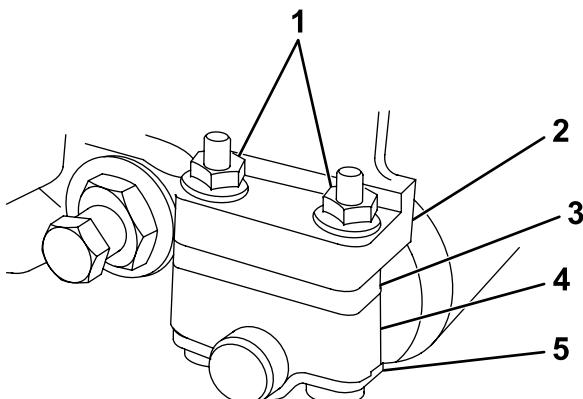

Figura 1
2. Rimuovete ed eliminate i 2 dadi che fissano ogni rullo. Conservate lo spessore, ma eliminate bulloni, distanziale e fermo del rullo (Figura 1).